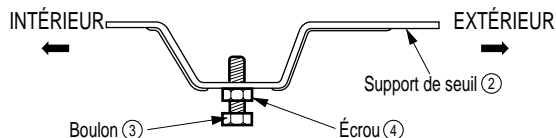

Fig. 3
3. Assemblez le support de seuil ② à l'aide des pièces illustrées dans la fig. 3 mais ne les serrez pas.